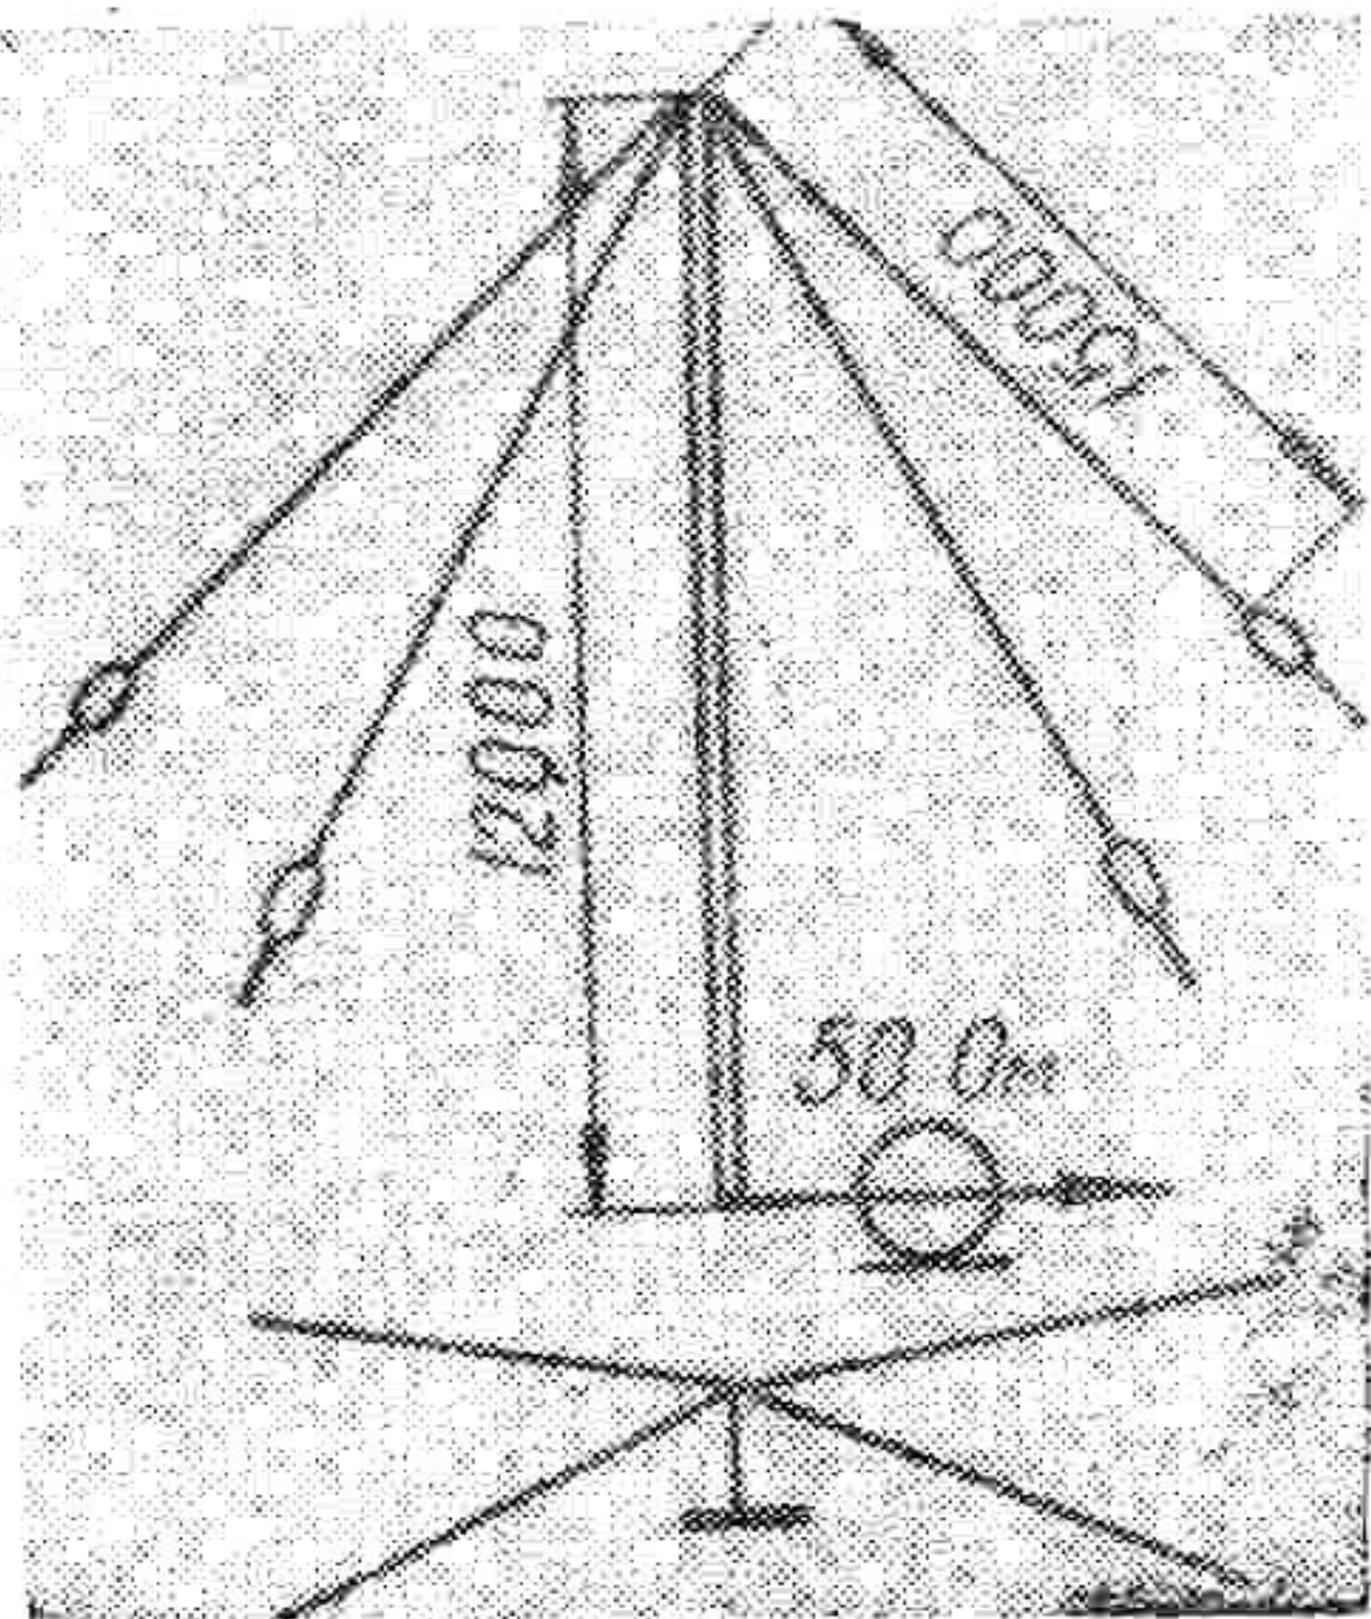

Рис. 28
* Для тех, у кого большие трудности с размещением антенны для работы на 160 метрах. М. Маслер (WB8JJA) (22) предложил очень простую антенну для этого диапазона. Четыре наклонных луча длиной 15 м электрически соединены с вершиной мачты и образуют емкостную нагрузку, увеличивая электрическую длину антенны до $1/8 \lambda$. Автор отказался от применения согласующего устройства, поэтому настройка и согласование антенны сводится к подбору длин наклонных лучей по минимальному значению КСВ на резонансной частоте. Ввиду того, что антенна имеет уменьшенные размеры, ее полоса пропускания узкая — около 20 — 30 кГц. Противовесы имеют длину, равную $1/4 \lambda$. Антенна показана на рис. 28.